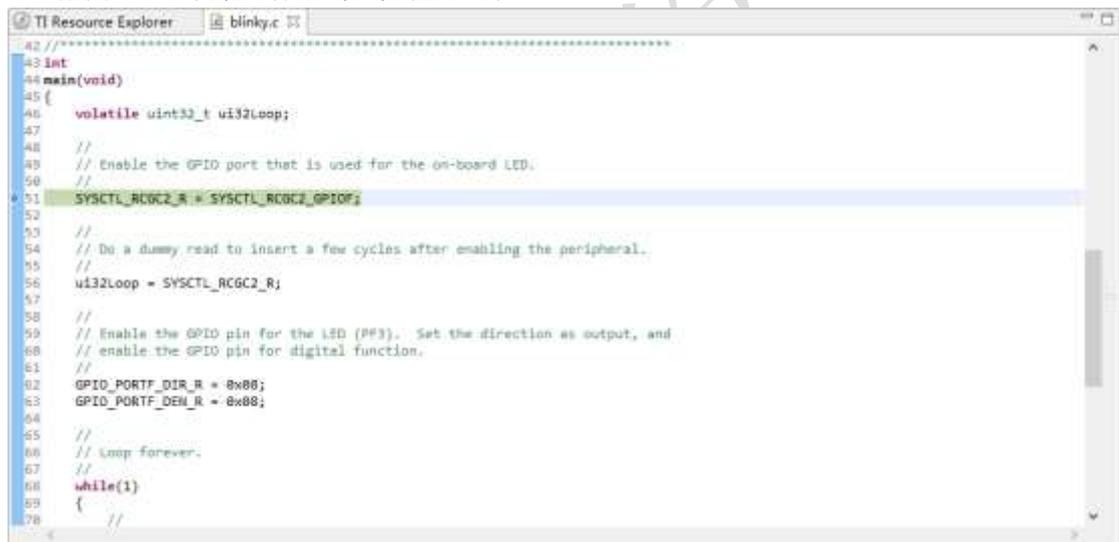

图 5.10 运行 blinky 工程
2. 选择工具栏  debug 按钮，程序即可烧入开发板，此时，程序尚未运行，程序指向 main 中第一行语句，如图 5.10；